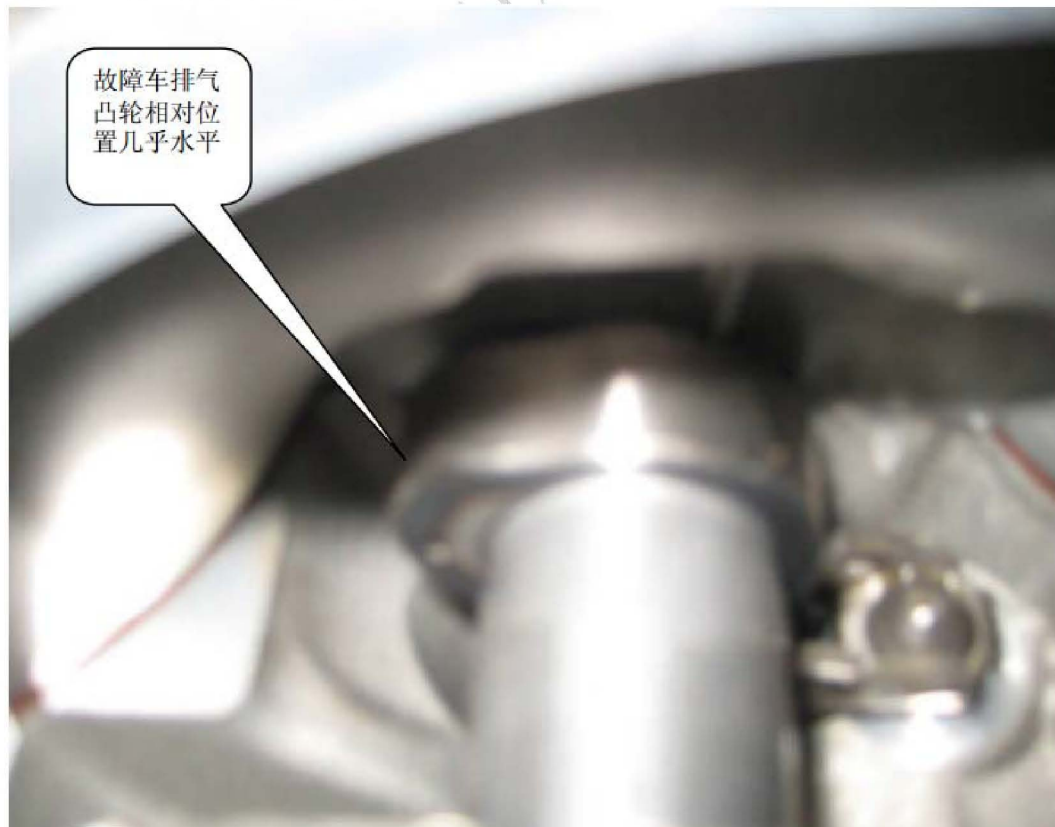
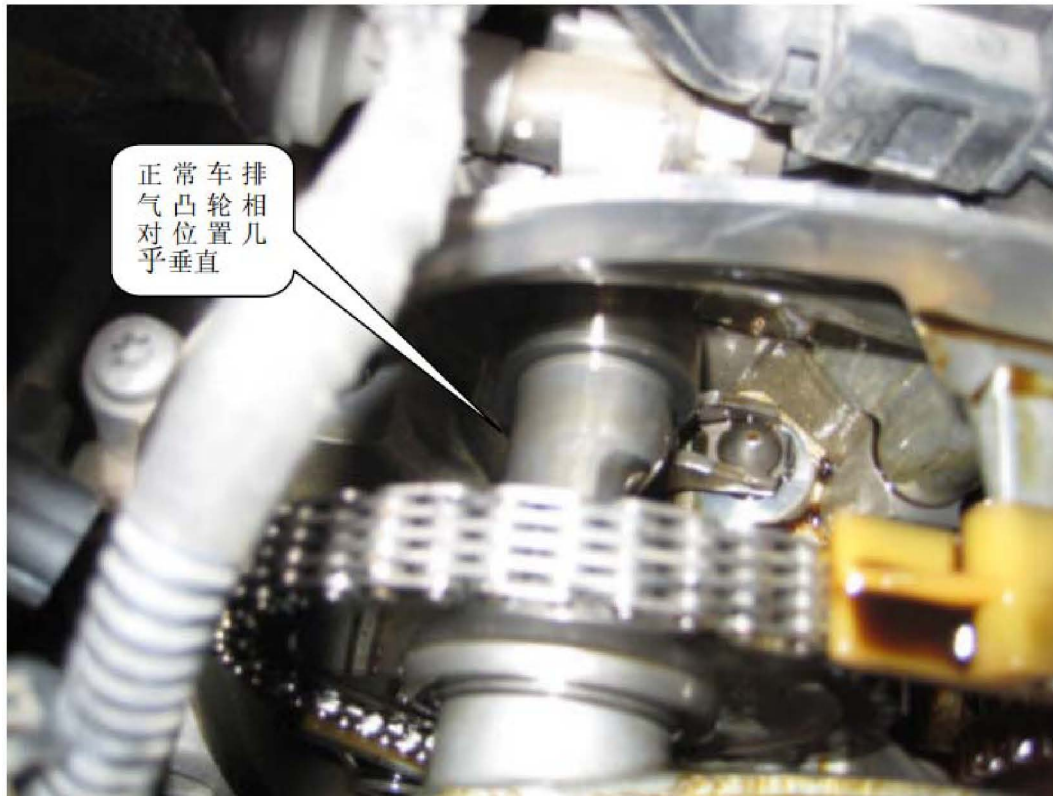

图 3: 故障车第一缸排气凸轮的相对位置
图 4：同类型商品车第一缸排气凸轮的相对位置
- 2). 检查第一缸进、排气凸轮。但在比较故障车和正常车的正时时，发现：故障车与正常车的第一缸进行凸轮的位置相同，但第一缸排气凸轮的相对位置滞后大约 80 度。（图 3，故障车第一缸排气凸轮的相对位置；图 4，正常车第一缸排气凸轮的相对位置）